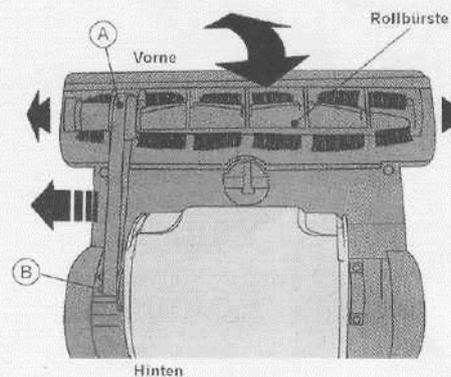

Bild 2
5. Heben Sie die Abdeckung des Bürstenkopfes an. Beginnen Sie dabei unbedingt am hinteren Ende (Bild 2).
6. Entfernen Sie die Rollbürste indem Sie diese kräftig nach oben herausziehen (Bild 2). Dabei hilft ein wenig Druck nach außen auf die Seitenwände des Unterteils.